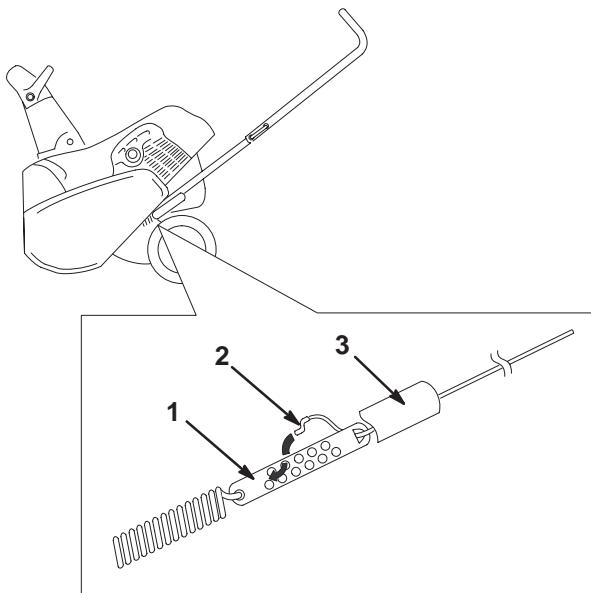

Figure 19
- Remontez la protection du ressort sur le câble pour exposer le dispositif de réglage (Fig. 19).